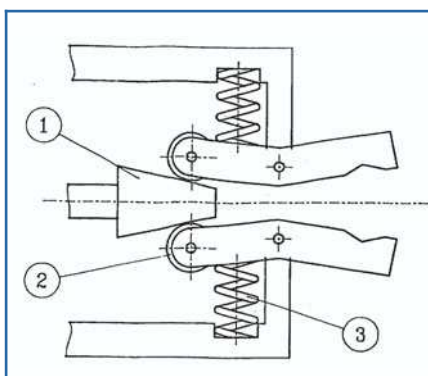

Figura 6: Pinza con chiusura mediante camma conica
Uno dei modi particolarmente utilizzato per la chiusura e apertura è quello con una camma conica. Mediante l'avanzamento della camma, particolare (1) figura 6 si permette la chiusura delle ganasce e mediante la rotella (2) si riduce l'attrito. L'apertura si realizza con il retrocedere della camma e la chiusura mediante l'azione delle molle (3).